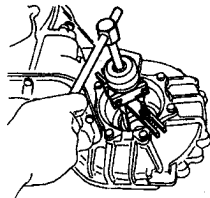

Рис. 7.18 Использование съемника для снятия сальника подшипника дифференциала (См. Раздел 10)
3. При помощи подходящего съемника снимите сальник (См. Рис. 7.18).